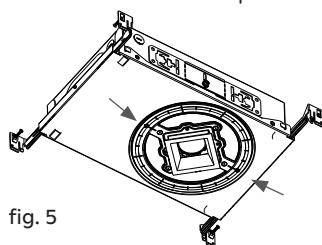

fig. 5
3. Optionnel : Si vous utilisez une ouverture carrée avec une bride, réalignez le collier parallèlement au mur (voir la fig. 5).